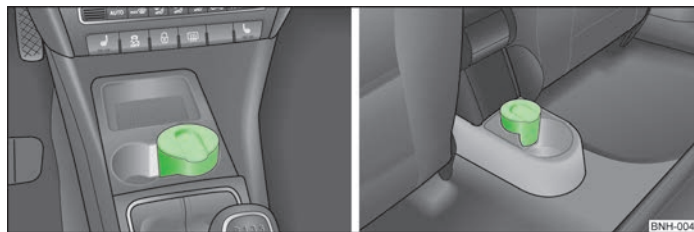

Fig. 45 Consola central: Cenicero delantero/posterior
- Sacar el cenicero » fig. 45 hacia arriba.